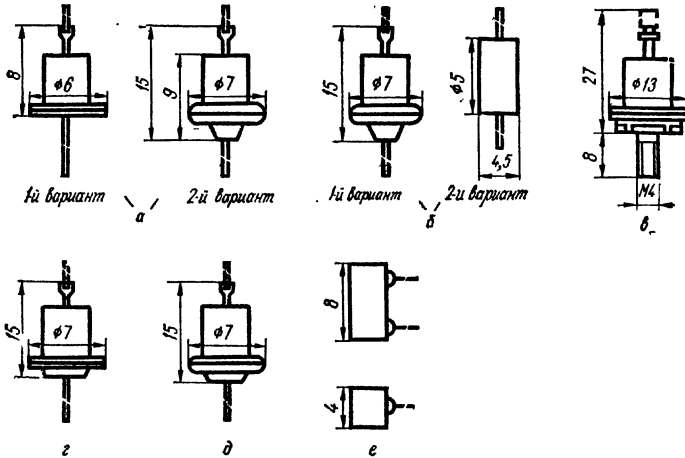

Рис. 271. Внешний вид и основные размеры стабилитронов
Д808 — Д811, Д813. Кремниевые стабилитроны (рис. 271, а). Диапазон рабочих температур от  $-55$  до  $+100^{\circ}\text{C}$ .
Д814 (А, Б, В, Г, Д). Кремниевые стабилитроны (см, рис. 271, б). Диапазон рабочих температур от  $-55$  до  $+100^{\circ}\text{C}$ .
**815 (А, Б, В, Г, Д, Е, Ж, И).** Кремниевые стабилитроны (см. рис. 271, а). Диапазон рабочих температур от —60° С окружающей среды до 100° С на корпусе.
**816 (А, Б, В, Г, Д).** Кремниевые стабилитроны (см. рис. 271, а). Диапазон рабочих температур от —60° С окружающей среды до 100° С на корпусе.
Д817 (А, Б, В, Г). Кремниевые стабилитроны (см. рис. 271, в). Диапазон рабочих температур от —60° С окружающей среды до 100° С на корпусе.
Д818 (А, Б, В, Г, Д, Е). Кремниевые стабилитроны (см. рис. 271, г). Диапазон рабочих температур от —55 до 100° С.